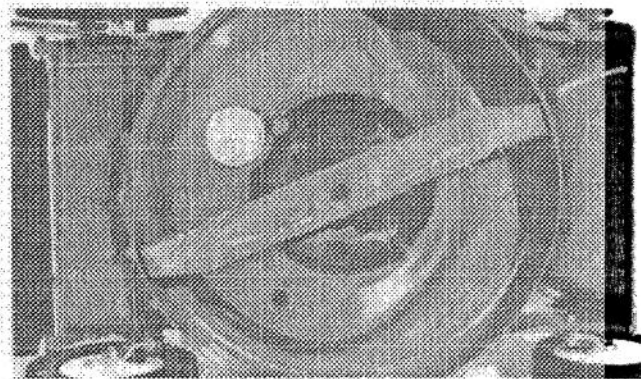

Figure 23
3. Basculez la tondeuse sur son côté gauche (Fig. 23)